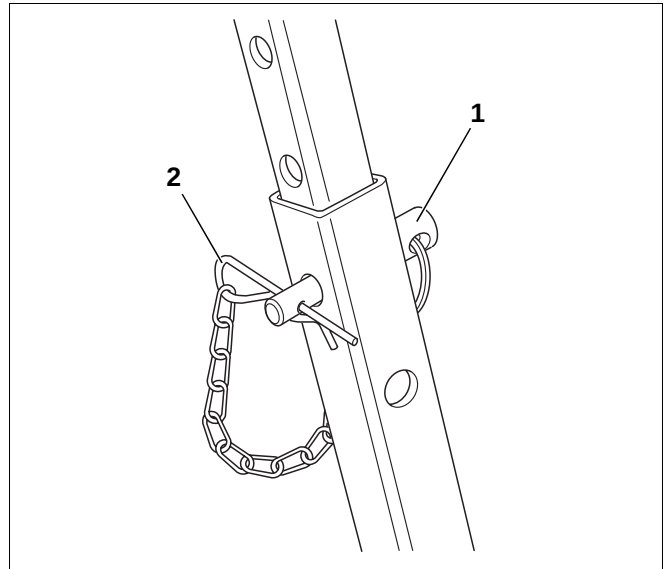

Abb. 9 Teleskopauszug
- Die Teleskopstangen der Stützen auf die benötigte Länge ausschieben (Abb. 9).
- Bolzen einstecken (Abb. 9, **Pos. 1**).
- Den Bolzen mit der Federklammer sichern (Abb. 9, **Pos. 2**).